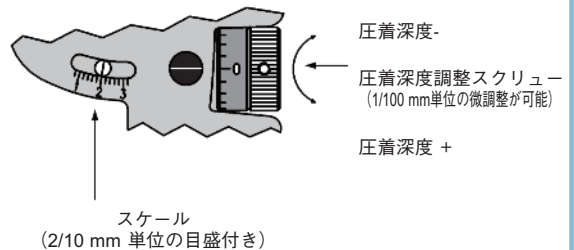

図5 - 手動式圧着工具
- コンタクトと光ファイバーケーブルを共に圧着工具 (CLPZ R、図5 参照) の圧着開口部内にできるだけ奥まで挿入すると同時に、光ファイバーケーブルとコネクタに軽く圧力をかけ、工具が開放音が聞こえるまで締めて下さい。